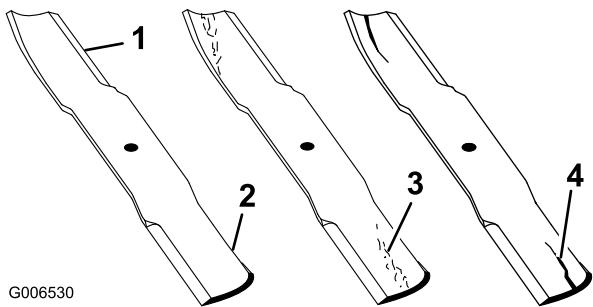

Figura 54
1. Inspeccione los filos de corte (Figura 54). Si los bordes no están afilados o tienen muescas, retire las cuchillas y afílelas. Consulte Afilado de las cuchillas.
2. Inspeccione las cuchillas, especialmente la parte curva (Figura 54). Si observa fisuras, desgaste o la
formación de una ranura en esta zona (elemento 3. en la Figura 54), instale de inmediato una cuchilla nueva.